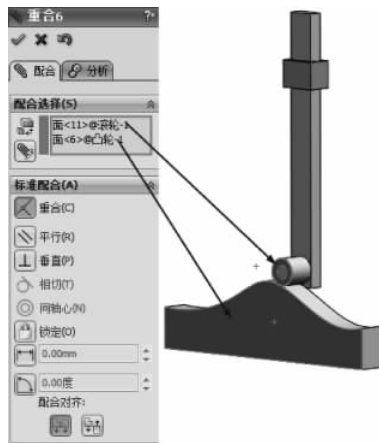

图 3-40 重合配合
(10) 继续进行配合约束,选择【标准配合】选项组下的【重合】配合类型,在【要配合的实体】选择框中选择如图 3-40 所示的面,其他保持默认,单击【确定】按钮,完成重合配合。